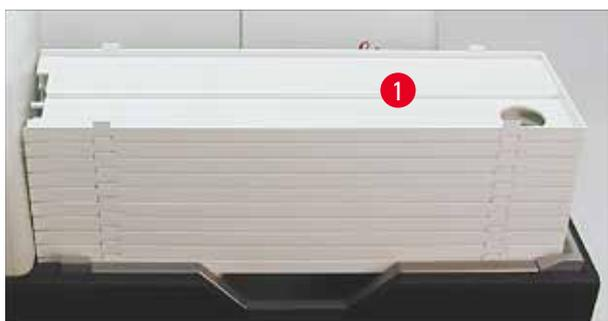

図 38
1. トレイのスタック（→「図 38-1」）をアンロードステーションのリフトテーブルの上に配置します（→「図 38」）。